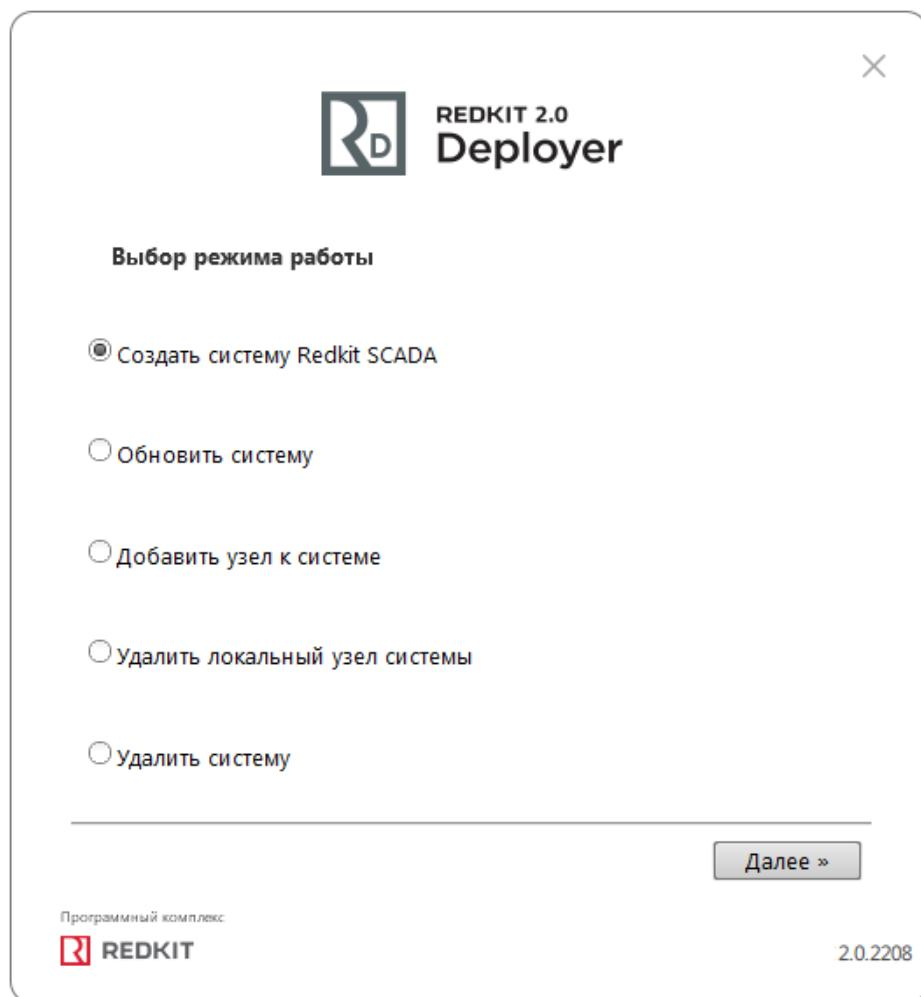

Рисунок 11 - Выбор режима работы Deployer
3. Выберите режим работы **Создать систему Redkit SCADA** (Рисунок 11).